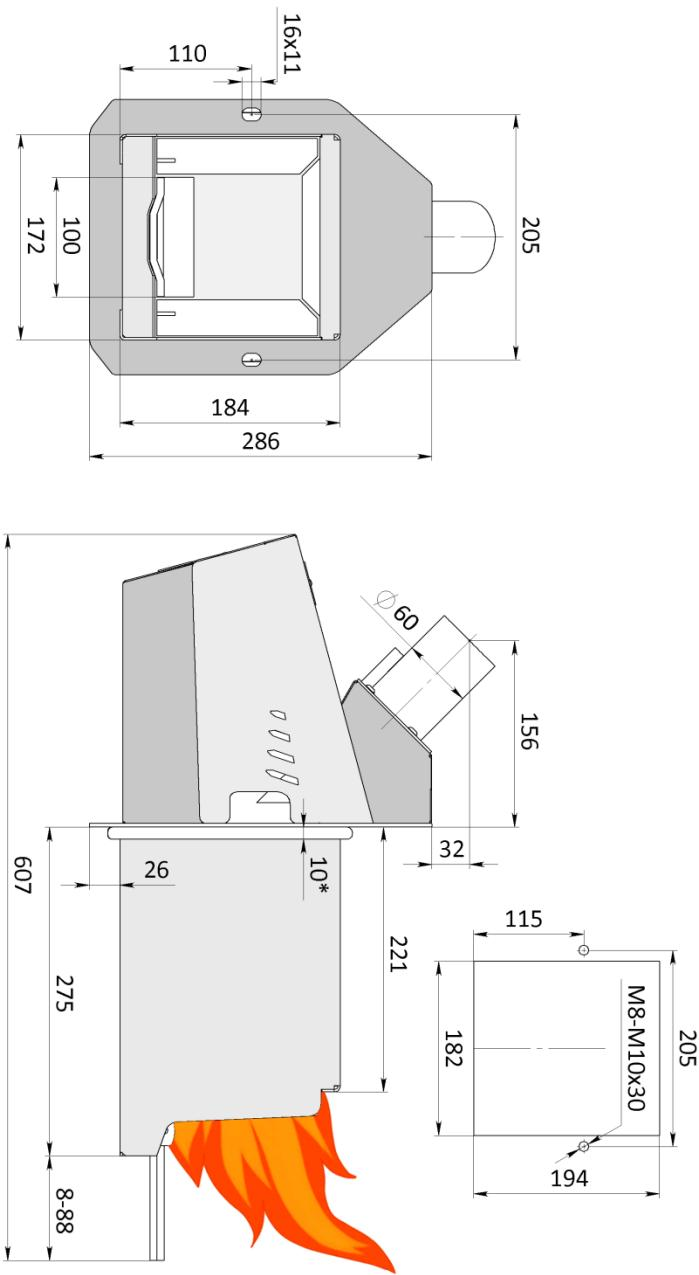

Рис.3 Габаритные и присоединительные размеры пеллетной горелки KVIT Optima 30 кВт.
- 2) Согласно схеме на Рис.3 выполнить монтажные отверстия в штатной дверце котла, если в комплекте поставки не предусмотрена дополнительная дверца горелки.